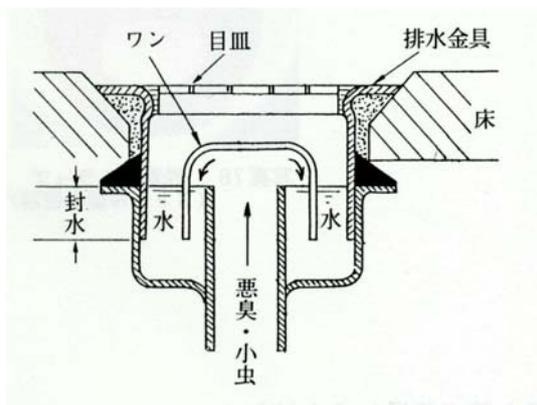

図 4-3 排水トラップ
1. 小便器や便所床の排水口（図 4-3）に、ワンが入っていますか？